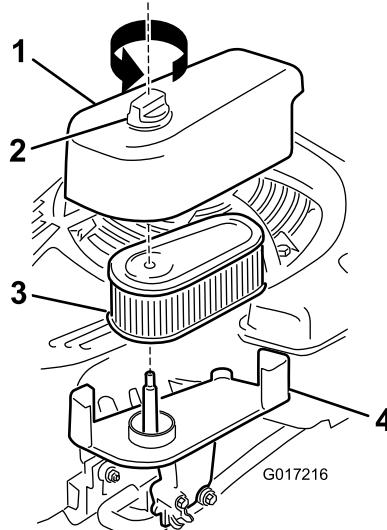

Bild 32
1. Lösen Sie die Befestigung und nehmen Sie die Luftfilterabdeckung ab (Bild 32).